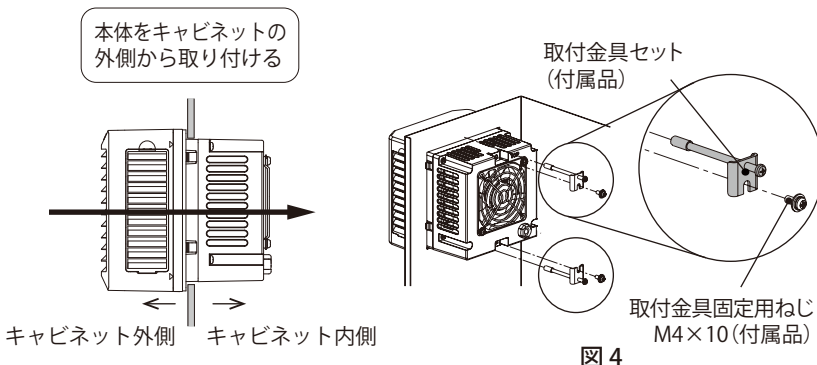

図 4
2. キャビネットに本製品を取り付けて、付属の取付金具セットを取付金具固定用ねじ M4×10 にて固定してください。(図 4)